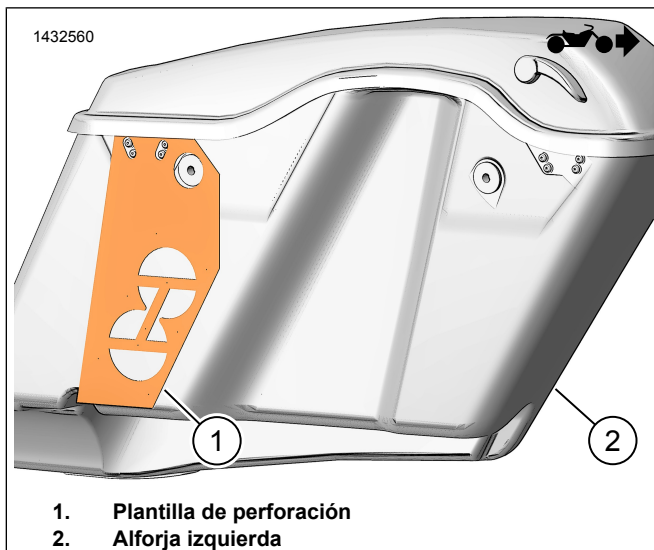

Figura 2. Plantilla de la alforja izquierda
1. Consulte la Figura 2. Coloque la plantilla de perforación (1) en la alforja izquierda (2).
Consulte la Figura 2. Modifique la alforja izquierda (2).